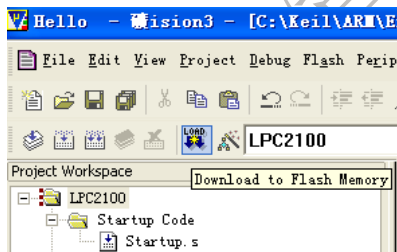
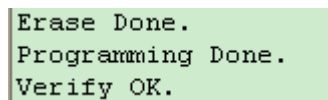

图 5-28 下载镜像
图 5-29 镜像下载成功
- 编译成功后, 单击工具栏中的 load 按钮, 如图 5-28 所示, 实现镜像文件下载, 如图 5-29 所示。